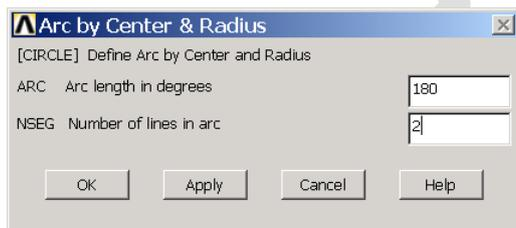
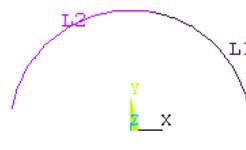

图3.19 生成圆弧线
图3.20 通过圆心和半径生成圆弧线
(1) 单击 Main Menu> Preprocessor> Modeling> Create> Lines> Arcs> By Cent & Radius 菜单，弹出图形拾取对话框，用鼠标在图形视窗中选择一关键点做为圆弧的圆心，再在图形视窗中任意选择一点定出圆弧的半径和起始点，然后单击【OK】按钮，将弹出如图 3.19 所示的对话框。
(2) 按图 3.19 所示，在【Arc length in degrees】文本框中输入圆弧的度数【180】，表示半圆；在【Number of lines in arc】文本框中输入【2】，表示将弧段分成两段弧线，分别编号。然后单击【OK】按钮确认，得到如图 3.20 所示的弧线。